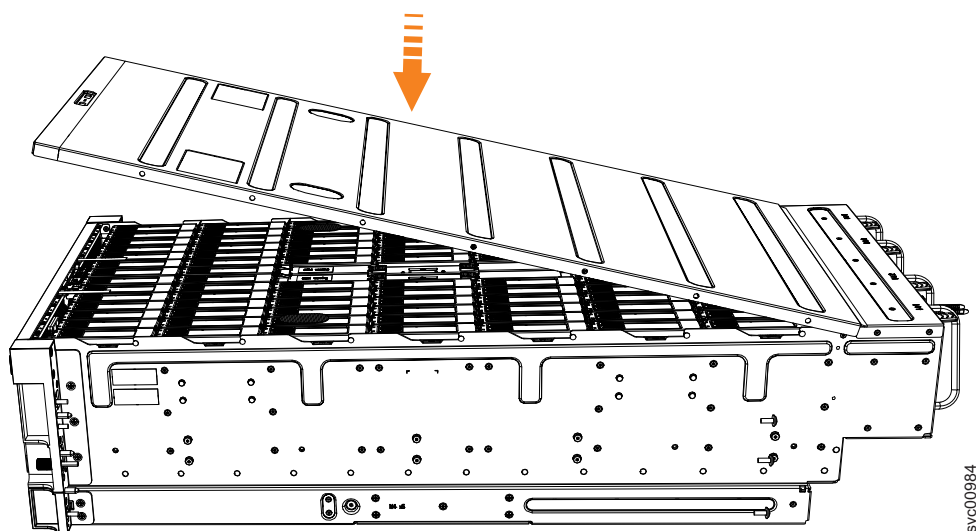

図 68. 2145-92F 上部カバーの位置合わせ
1. 図 68 に示すように、カバーを慎重に下げて、エンクロージャーの背面に正しく位置合わせされていることを確認します。